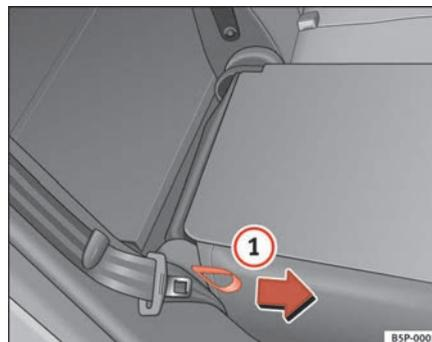

Fig. 99 Ribaltamento in avanti o all'indietro dello schienale del sedile posteriore
- Tirare in direzione della freccia la maniglia flessibile che si trova su un lato del sedile ⇒ fig. 99 ① e fissare lo schienale.